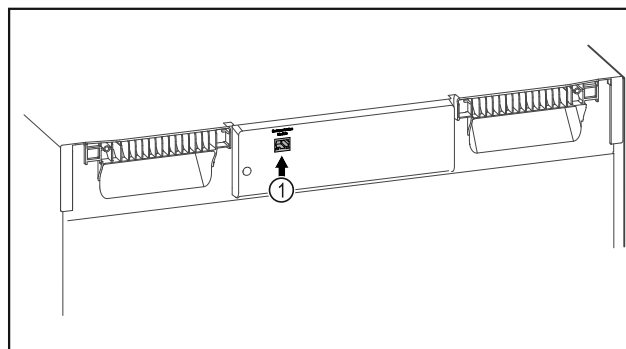

Fig. 85
- ❑ Moduli SmartModule Fig. 85 (1) është vendosur.